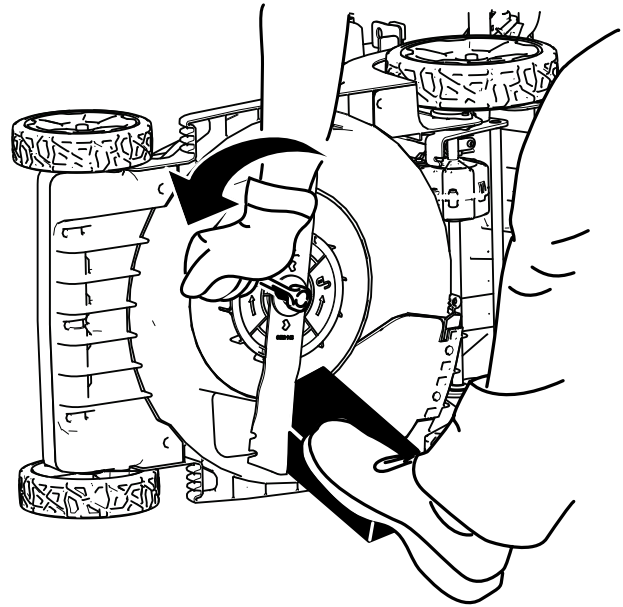

Figure 24
2. Immobilisez la lame avec un morceau de bois (Figure 24).
3. Retirez le boulon de lame, la rondelle et la lame ; conservez la rondelle et le boulon de lame (Figure 24).